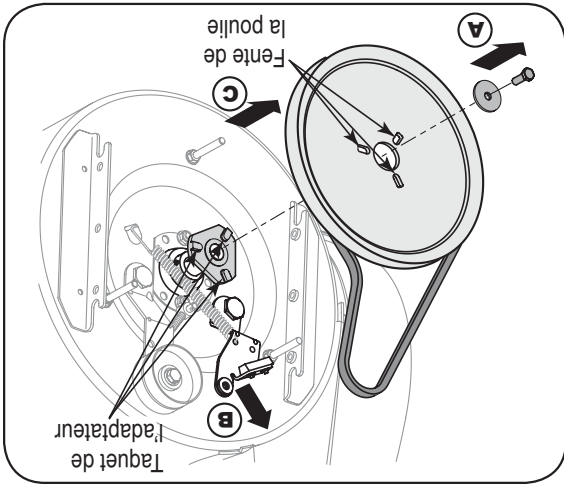

Figure 6-10
9. Bloquez la turbine avec une cale en bois pour empêcher de tourner et utilisez une clé de 1/2 po pour enlever la vis à tête hex. et la rondelle du milieu de la poulie sur l'habillage de la tarière. Voir la Figure 6-10.
12. Tournez la poulie selon le besoin pour aligner les trois fentes avec les taquets de l'adaptateur de la poulie, puis éloignez le support du frein de l'arbre d'admission. Poussez la poulie de la tarière à fond sur l'adaptateur tout en alignant les fentes de la poulie et les taquets de l'adaptateur. Voir la Figure 6-10.
REMARQUE : Si l'adaptateur de la poulie a été démonté en même temps que la poulie, alignez les cannelures de l'adaptateur de la poulie et l'arbre d'admission de la tarière et poussez la poulie et l'adaptateur sur l'arbre d'admission. Voir la Figure 6-10.